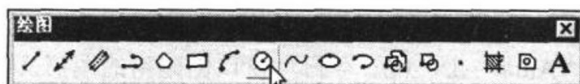

图 1-3 单击“绘图”工具栏的“圆”按钮
(3) 从中选择“公制”选项，以公制单位创建新的图形文件。
(4) 单击“绘图”工具栏中的“圆”按钮 ，如图 1-3 所示，绘制半径分别为 10 和 20 的两个同心圆。命令行提示如下：